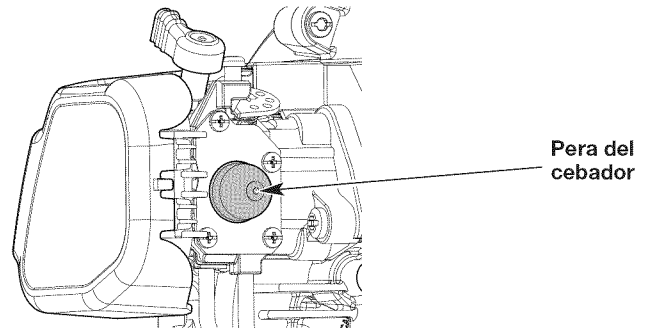

Fig. 5
3. Oprima y suelte despacio la pera del cebador **10 veces** (Fig. 5). Si no se ve combustible en la pera del cebador, oprima y suelte la pera hasta que se vea el combustible.